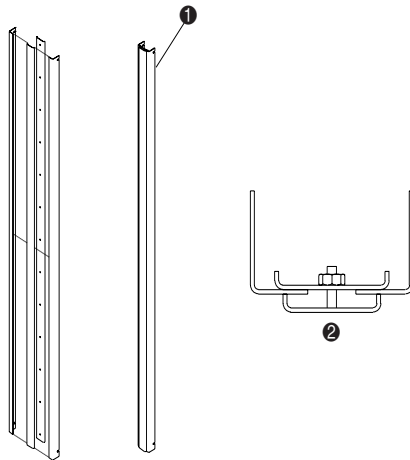

Figura 2-14. Ensamblaje de los paneles estéticos frontales
- ❶ Medición de la parte superior
- ❷ Medición de la parte inferior
2. Ensamble de manera holgada los cuatro paneles estéticos frontales como se muestra en la Figura 2-14. No apriete las tuercas esta vez.